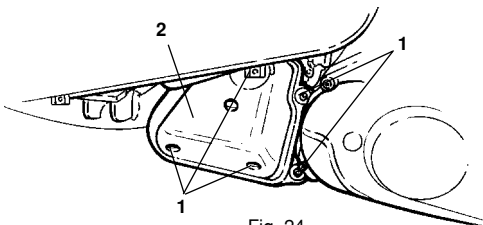
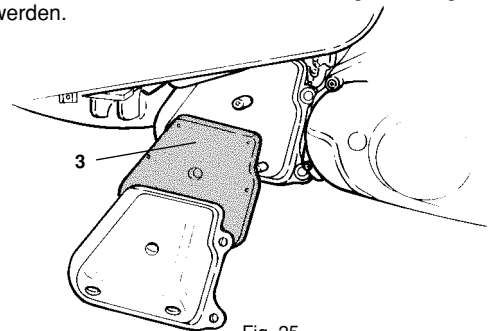

Fig. 24
Fig. 25
- Um an den Luftfilter gelangen zu können (nach Ausbau der Strobe - siehe Seite 218): Die Schrauben (1 - Fig. 24) abschrauben.
- Den Deckel (2 - Fig. 24) abnehmen und das Filterelement (3 - Fig. 25) herausnehmen.